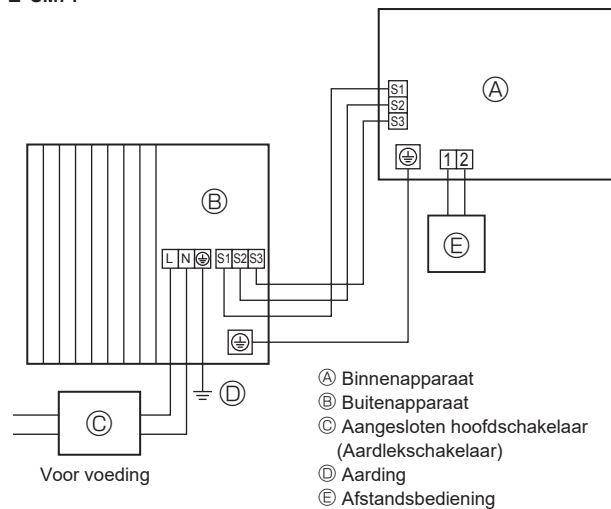
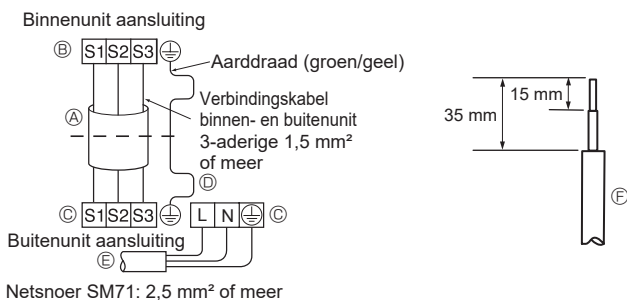
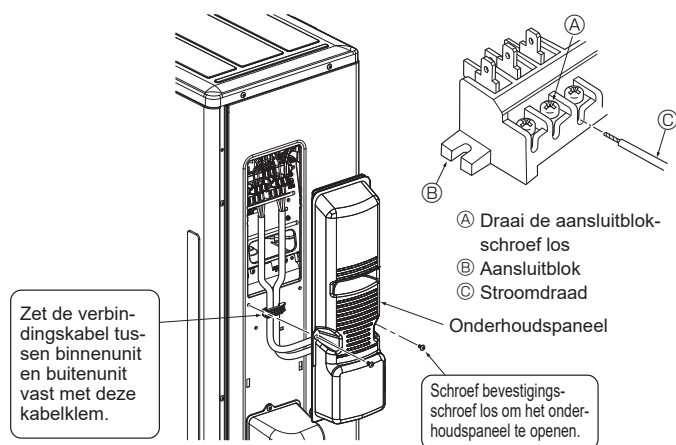

Fig. 6-1
Fig. 6-2
Fig. 6-3
### 6.1. Buitenunit (Fig. 6-1, Fig. 6-2, Fig. 6-3)
- ① Verwijder het onderhoudspaneel.
- ② Sluit de kabels aan volgens Fig. 6-1, Fig. 6-2 en Fig. 6-3.
- Leg de bedrading aan zoals aangegeven in het diagram links onderaan. (Schaf de kabel ter plaatse aan) (Fig. 6-2)